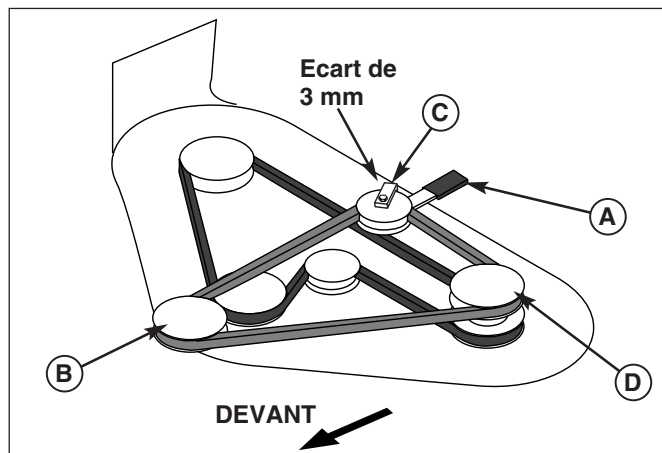

Figure 61. Acheminement de la courroie de tondeuse
2. Pousser le bras de tension (A, figure 61) pour détendre la courroie. Retirer la courroie de la poulie de PDF (embrayage électrique).
3. Desserrer l'écrou et la rondelle maintenant le guide de courroie du galet tendeur (C, figure 61)
6. Voir la figure 61. Remettre le guide de courroie (C) du galet tendeur dans sa position originale de façon à laisser un écart de 3 mm entre le galet et le guide.